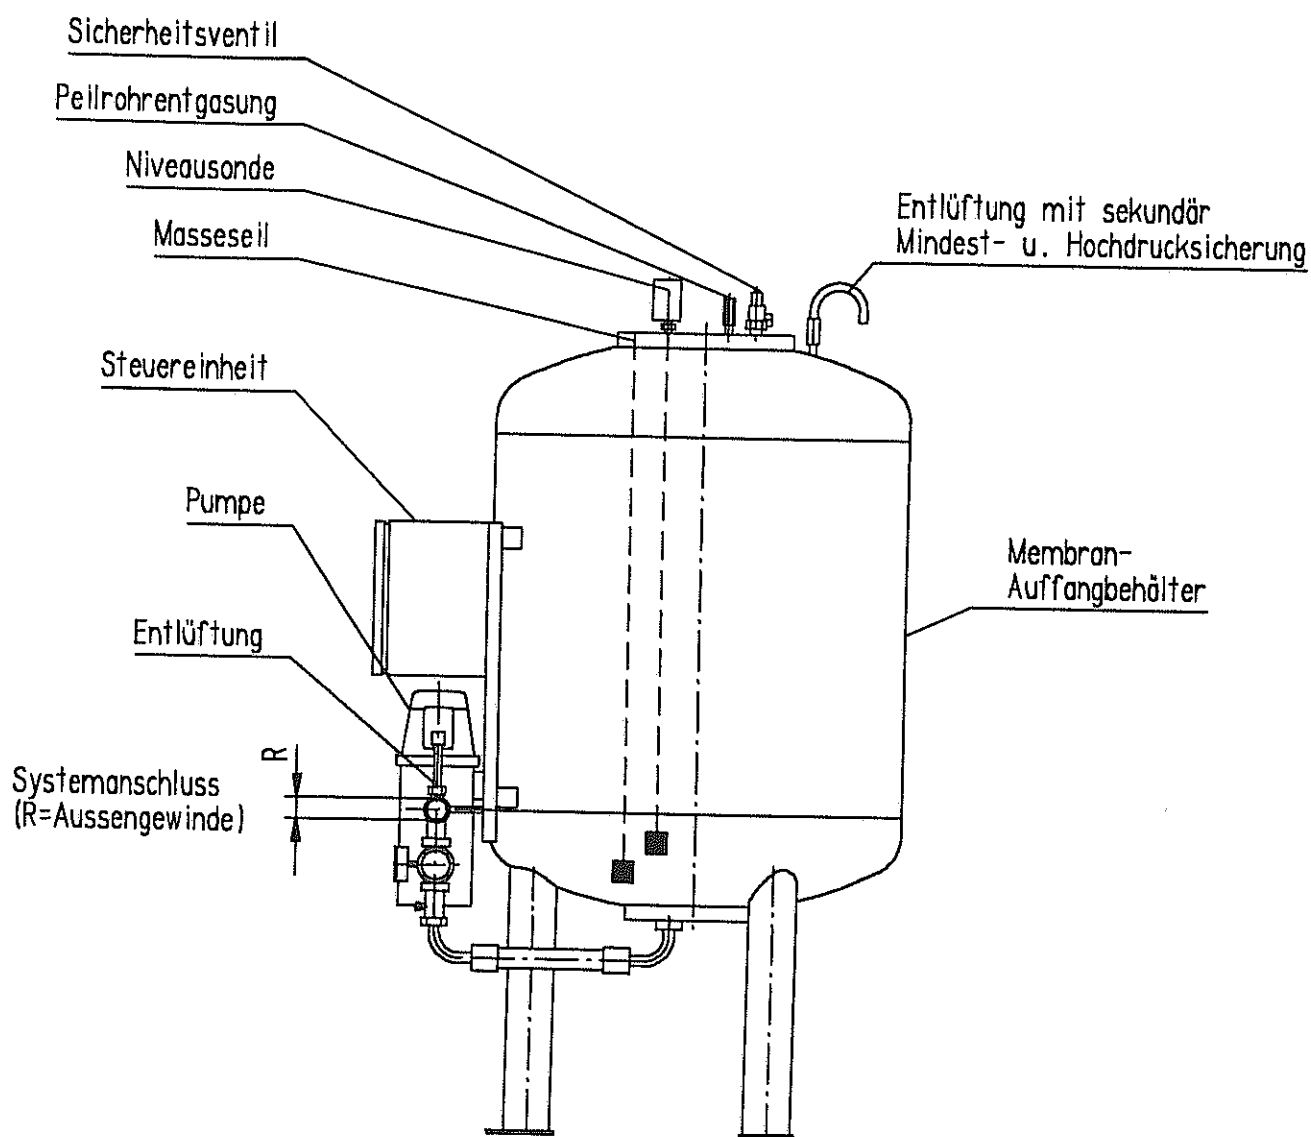

Bild 6
- 5.2.1 Entlüftung der Pumpe am Entlüftungsstopfen (s. Bild 6), bis nur noch Wasser austritt.